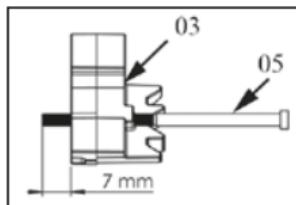
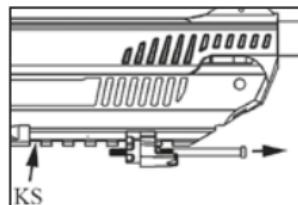
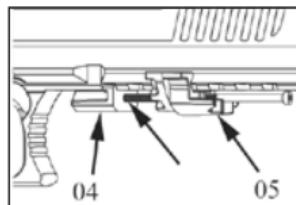
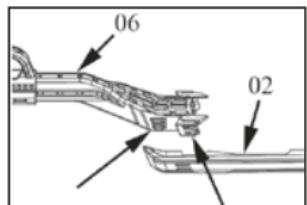

Figure 8
Figure 9
Figure 10
Figure 11
Comme dans la (figure 8), vers la pièce de tension no 03, en faisant attention aux directions du vis no 05, l'extrémité du vis va dépasser de 7-8 mm de l'autre côté. La pièce de tension no 03 préparée comme dans la (figure 8) est encore installée sur le rail standard inférieur du pistolet comme dans la (figure 9). Lors de cette opération également, l'on doit faire attention aux directions. La tête de la vis doit être dans la direction de tir du pistolet. Comme dans la (figure 10), elle doit être installée dans le trou de la pièce no 04, de manière à ce que l'extrémité de la vis no 05 viennent sur la pièce no 03, y passerait. Ce qu'il faut faire attention ici, c'est qu'elle soit installée sur la dernière du canal du rail standard (figure 9) (KS). Sinon, le montage n'est pas réalisé (figure 10). Comme dans la (figure 11), elle doit être assemblée sur les canaux coniques indiqués par une flèche, du bras no 06, de manière à ce que les canaux du bras latéral no 02 y passeront.